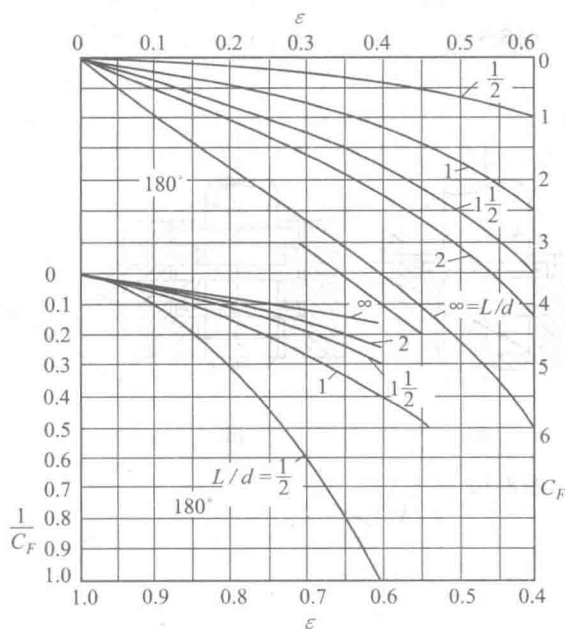

图 8.5
(2) 求最小膜厚 $h_{\min}$ 。由图 8.5 查得